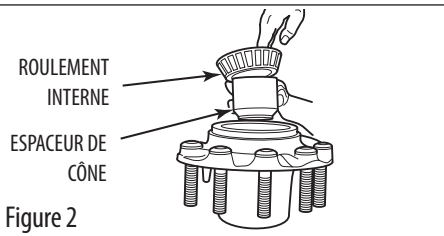

Figure 2
4. Retirez le cône de roulement intérieur et l'espaceur de l'ensemble moyeu (voir figure 2).